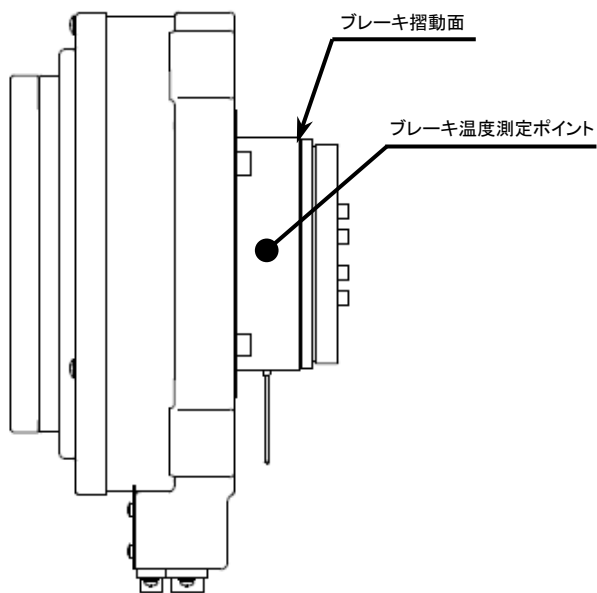

図 A-5：使用中に異常を認めた場合のチェックポイント
- ①ブレーキ摺動面に油脂が付着していないか、ブレーキ摺動面に清潔なシム等を挿入し確認。（ブレーキ摺動面の位置は図 A-5 参照）
- ②ブレーキの温度が高く（100℃以上）になっていないか。（測定ポイントは図 A-5 参照）
- ③ブレーキトルク以上の負荷がかかっていないか。
- ①規定電圧が供給されているか。
- ③ブレーキ巻線の抵抗値に異常はないか。（A-1 頁 ブレーキ巻線の抵抗測定参照）
- ④ブレーキ巻線の絶縁抵抗値に異常はないか。（A-2 頁 ブレーキ巻線の絶縁抵抗測定参照）
- ⑤ブレーキのリード線の被覆の破れはないか。
- ⑥電気回路（リレー等やその配線）に異常はないか。
- ⑦ブレーキ外観に損傷はないか。